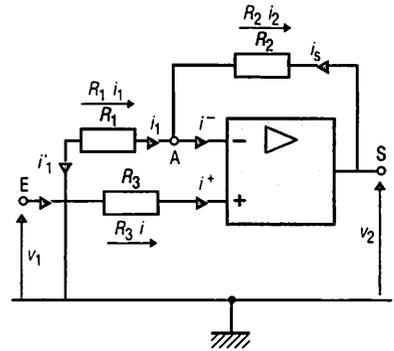

Fig. 12 : Amplificateur de tension non inverseur.
2.6. Amplificateur non inverseur (fig. 12)
On réalise le montage de la **figure 12** dans lequel la résistance R_1 est reliée à la masse, tandis que l'entrée E est reliée à E^+ par l'intermédiaire d'une résistance R_3 . La présence de R_3 ne change rien car le courant $i^+ = 0$, donc : $R_3 i = 0$.